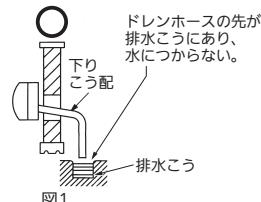

図1
- ドレン配管はドレンが流れやすいように、必ず下りこう配をつけて配管してください。(図1)また、ドレンキャップを取り付けた側が低くならないように室内機を水平に据え付けてください。ドレンがたまり、臭いや水漏れが起きる場合があります。